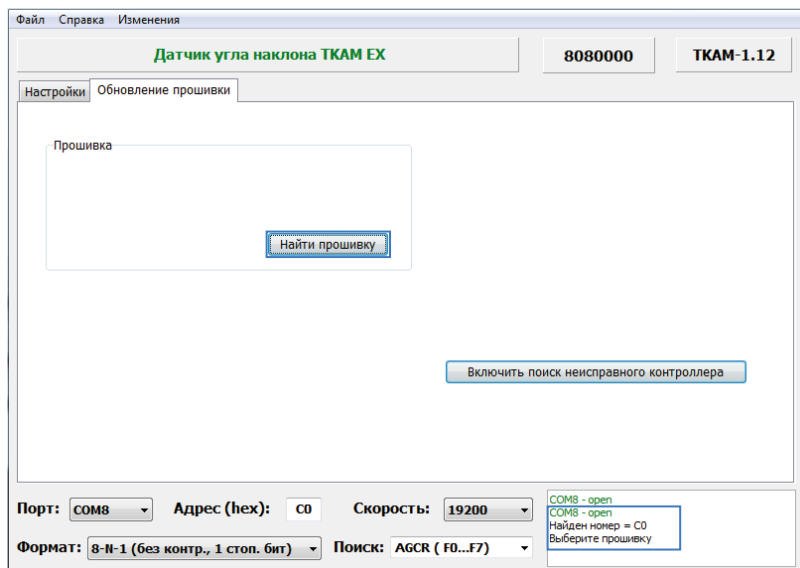

Рис.30. Поиск неисправного датчика.
- В поле «Угол, град» в блоке «Текущие параметры» отображаются текущие показания датчика угла. Нажать кнопку «Установка на НОЛЬ» для того, чтобы принять текущий угол наклона за нулевой (Рис.30). Сохранить настройки.